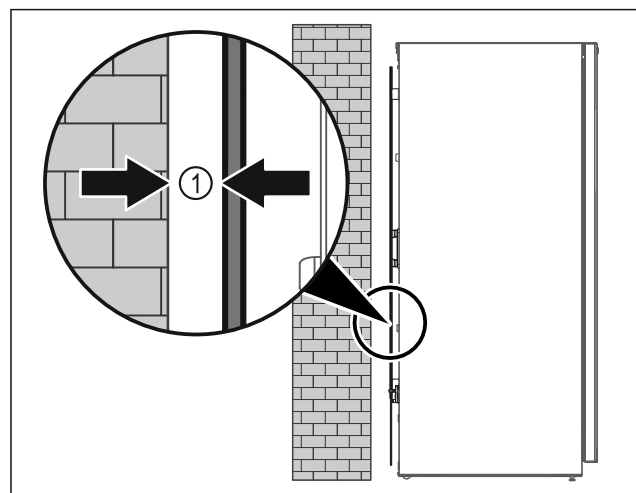

Fig. 8
- Ställ upp apparaten fritt i rummet eller direkt mot en vägg med ett minimiavstånd på 5 mm Fig. 8 (1) från väggen.